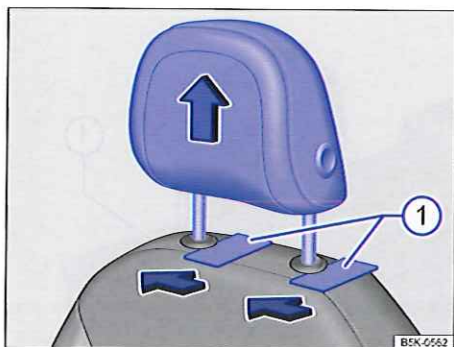

Fig. 50 Dépose de l'appuie-tête avant
- Pour déverrouiller l'appui-tête, glissez des objets plats (par ex. des cartes en plastique) entre la garniture du dossier de siège et les capuchons des barres de guidage de l'appui-tête ⇒ fig. 50 .